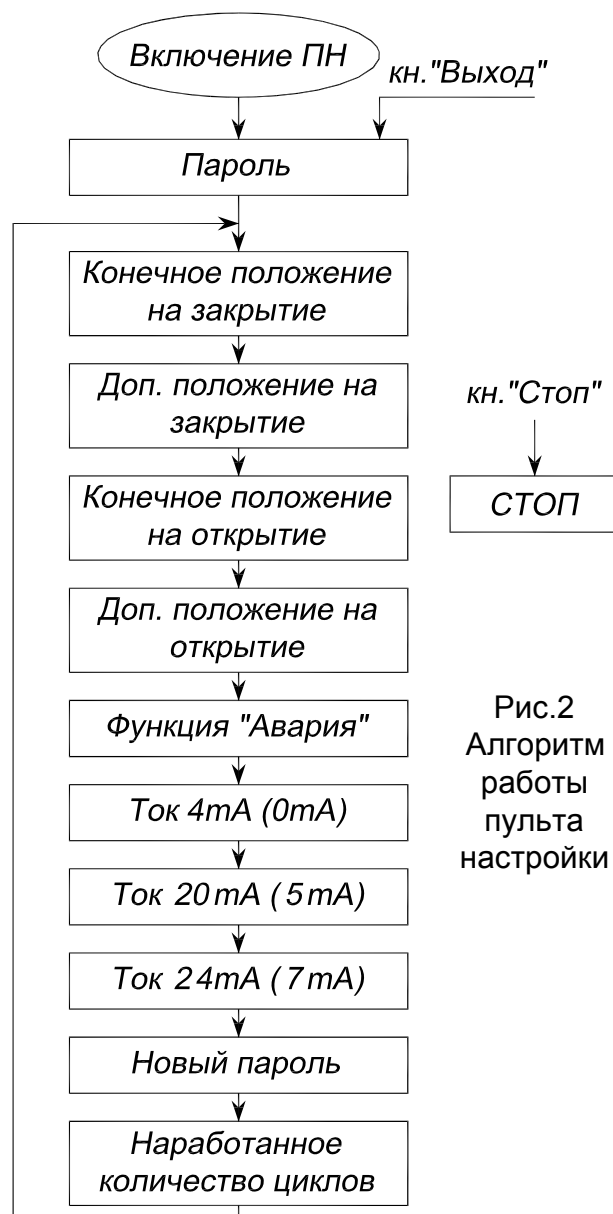

Рис.2
Переход между функциями настройки осуществляется с помощью кнопок “Вниз” и “Вверх”, согласно алгоритму приведенному на рис.2.
- функции настройки ВПЭ доступные пользователю в соответствии с рис.2 зависят от режима работы: «Просмотр» или «Модификация». В режиме «Модификация» доступны все функции. В режиме «Просмотр» доступны только функции «СТОП» и «Наработанное количество циклов»;
Включите ПН переключателем с левой стороны корпуса (либо, в зависимости от варианта исполнения, соответствующей кнопкой на его лицевой панели). При этом вы попадете в функцию «Пароль» (см. рис.2), и на дисплее высветится «0». Установите на индикации значение пароля совпадающее со значением, занесенным ранее в память ВПЭ (заводское значение - 0). Направьте «глазок» ПН на окно индикации ВПЭ, и нажмите кнопку «Ввод».
Функция позволяет задать положение штока арматуры, при прохождении которого в сторону закрытия реле «Закрыто» (см. п.1.4) переключается в активное положение, включается желтый светодиод, а на цифровом индикаторе высвечивается «J[». Для этого необходимо установить арматуру (ручным дублером или двигателем) в закрытое положение, выбрать функцию в соответствии с рис.2 (на дисплее ПН будет транспарант «3-1»), и нажать кнопку «Ввод». На ВПЭ появится индикация «J[» и загорится желтый светодиод.
Функция позволяет задать положение штока арматуры, при прохождении которого в сторону открытия реле «Открыто» (см. п.1.4) переключается в активное положение, засвечивается зеленый светодиод, а на цифровом индикаторе высвечивается «≡». Для этого необходимо установить арматуру (ручным дублером или двигателем) в открытое положение, выбрать функцию в соответствии с рис.2 (на дисплее ПН будет транспарант «О-1»), и нажать кнопку «Ввод». На ВПЭ появится индикация «≡» и загорится зеленый светодиод.
Описанный режим работы может быть разрешен или запрещен с помощью функции «Авария». Для установки нужного значения функции, выберите ее в соответствии с рис.2 (при этом на дисплее ПН будет надпись «АВР» (авария)). Чтобы разрешить автоматическое отключение двигателя ЭП при заклинивании арматуры в промежуточном положении, нажмите кнопку «+» (на дисплее ПН высветится «РАЗ» (разрешить)). В противном случае нажмите кнопку «-» (на дисплее ПН высветится «ЗПР» (запретить)) и нажмите кнопку «Ввод».
Функция позволяет установить значение унифицированного токового сигнала, выдаваемого в положении арматуры «Закрыто» (0mA для сигнала 0-5mA, или 4mA для сигнала 4-20mA). Для установки нужного значения, подключите миллиамперметр в разрыв токовой петли и установите ЭП в положение «Закрыто». Проконтролируйте ток протекающий в петле. Если он отличается от требуемого, выберите данную функцию в соответствии с рис.2 (при этом на дисплее ПН будет надпись «4.00»). Направьте “глазок” ПН на окно индикации ВПЭ и нажмите кнопку “+” или “-“. При этом величина тока в петле изменится приблизительно на 0.04mA в соответствующем направлении. Если ток в петле по прежнему не соответствует требуемому, продолжайте подстройку.
Функция позволяет установить значение унифицированного токового сигнала, выдаваемого в положении арматуры «Открыто» (5mA для сигнала 0-5mA, или 20mA для сигнала 4-20mA). Для установки нужного значения, подключите миллиамперметр в разрыв токовой петли и установите ЭП в положение «Открыто». Проконтролируйте ток протекающий в петле. Если он отличается от требуемого, выберите данную функцию в соответствии с рис.2 (при этом на дисплее ПН будет надпись «20.0»). Направьте “глазок” ПН на окно индикации ВПЭ и нажмите кнопку “+” или “-“. При этом величина тока в петле изменится приблизительно на 0.04mA в соответствующем направлении. Если ток в петле по прежнему не соответствует требуемому, продолжайте подстройку.
Функция позволяет установить значение унифицированного токового сигнала, выдаваемого в положении арматуры «Ошибка» (7mA для сигнала 0-5mA, или 24mA для сигнала 4-20mA). Для установки нужного значения, подключите миллиамперметр в разрыв токовой петли и установите ЭП в положение «Ошибка» (необходимо завести ЭП более чем на 12.5% за любое из конечных положений). Проконтролируйте ток протекающий в петле. Если он отличается от требуемого, выберите данную функцию в соответствии с рис.2 (при этом на дисплее ПН будет надпись «24.0»). Направьте “глазок” ПН на окно индикации ВПЭ и нажмите кнопку “+” или “-“. При этом величина тока в петле изменится приблизительно на 0.04mA в соответствующем направлении. Если ток в петле по прежнему не соответствует требуемому, продолжайте подстройку.
Функция позволяет изменить значение пароля хранящееся в памяти ВПЭ. Для этого выберите данную функцию в соответствии с рис.2 (при этом на дисплее ПН будет надпись «ПАР»), кнопками “+” или “-“ установите на индикации нужное значение в диапазоне 0-255, направьте “глазок” ПН на окно индикации ВПЭ и нажмите кнопку «Ввод».
Функция позволяет просмотреть значение счетчика полных циклов отработанных ВПЭ в составе электропривода с момента его изготовления (максимальное значение – 65535 циклов). Для этого выберите функцию в соответствии с рис.2. На дисплее ПН появится надпись «РЕС» (ресурс). Направьте “глазок” ПН на окно индикации ВПЭ и нажмите кнопку «Ввод». На ВПЭ попеременно, по две цифры за раз, начиная с 2-х старших цифр, высветится количество циклов работы ЭП в диапазоне от 000000 до 065535. После чего восстановится исходная индикация.